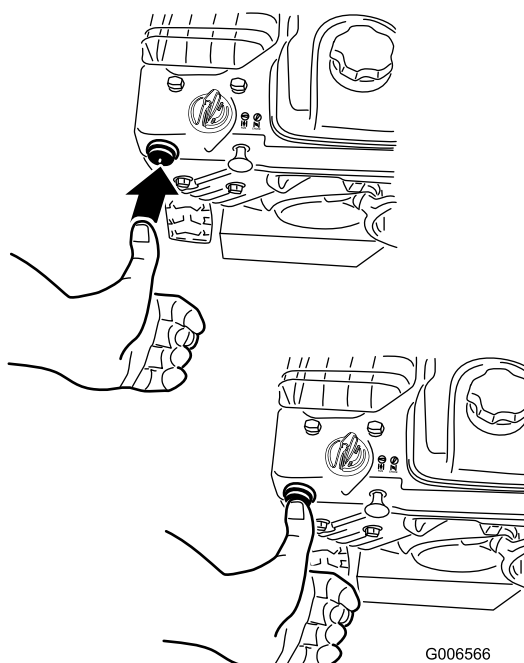

Figura 27
4. Empurre firmemente no êmbolo com o polegar duas vezes (15°F ou -9°C ou mais) ou quatro vezes (abaixo de 15°F ou -9°C), premindo o êmbolo durante um segundo antes de o libertar de cada vez (Figura 27).